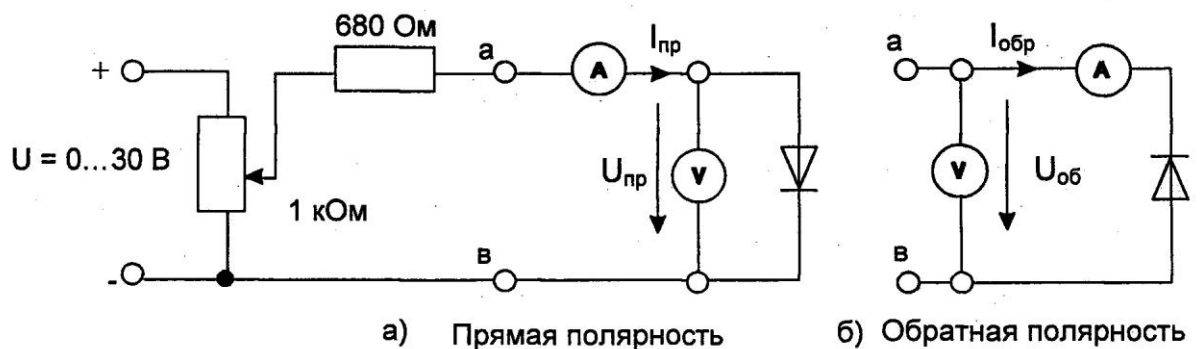

Рис.2.1.2
- К диоду (рис.2.1.2а) при прямой полярности приложите напряжение постоянного тока $U_{пр}$, величины которого указаны в табл. 2.1.1, измерьте с помощью мультиметра соответствующие токи $I_{пр}$ и их значения занесите в таблицу. Используйте при этом схему измерения с погрешностью по току.